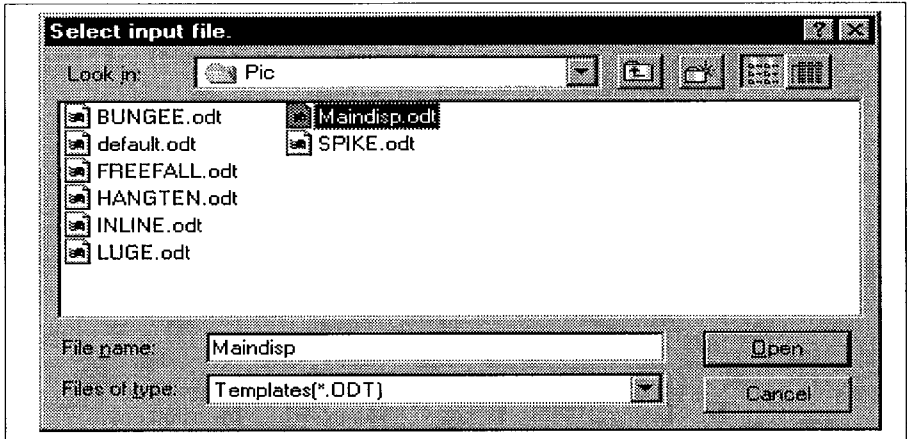

Figure 3-5 Sélection du fond d'écran standard
- 1 Cliquez sur *Open* dans le menu *File* pour afficher la boîte de dialogue **Select input file** (voir figure 3-5).